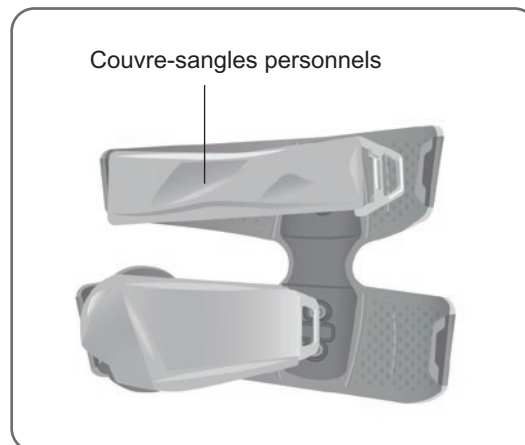

Figure 6-13 : Couvre-sangles personnels sur le manchon à cuisse
1. Glissez un couvre-sangle personnel sur chacune des sangles pour manchon à cuisse. Reportez-vous à la figure 6-13.